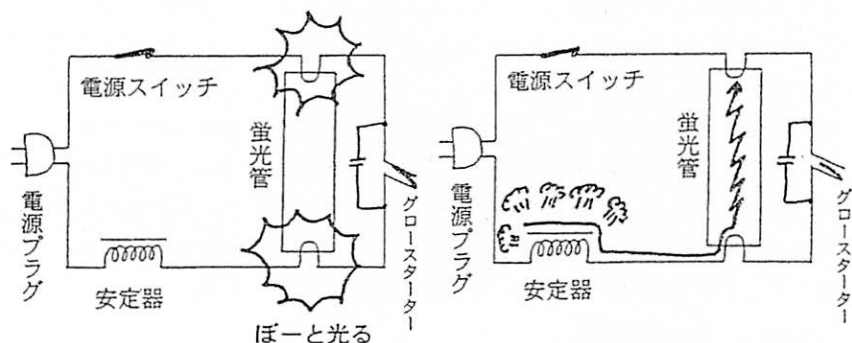

図3 (ア) グロー管のスイッチが入って 図3 (イ) グロー管のスイッチを切ると
1時間の半田づけ作業で、グロー管と雑音防止コンデンサをつける。私はこれを「グロー管式蛍光灯」と呼んでいる。それを、押しボタン式蛍光灯のときと同じように、班に1組、蛍光管とグロー管を貸して点灯実験(図3(ア)、図3(イ))をさせる。「とにかく点く」と生徒を安心させた後に、①バイメタルの仕組みと働き、②安定器とフィラメントとグロー管のすばらしき連係プレー